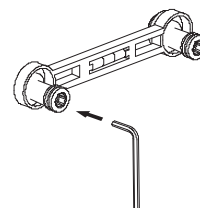

Figure 3
c) S'assurer que les 2 connecteurs courbes sont installés de manière parfaitement droite dans le mur. La distance centrale entre 2 connecteurs courbes est de 150±8mm. Utilisez le niveau à bulle (12) pour vous assurer que la ligne centrale reste horizontale (Figure 3).